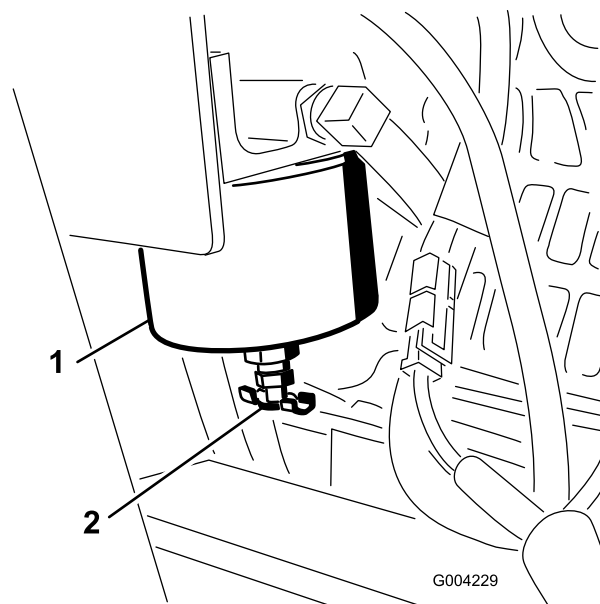

Figure 32
1. Localisez le filtre à carburant situé du côté droit du moteur (Figure 32) et placez un récipient dessous.
1. Nettoyez la surface autour des supports de la cartouche du filtre (Figure 32).
2. Déposez la cartouche et nettoyez la surface de montage (Figure 32).
4. Installez la cartouche à la main jusqu'à ce que le joint soit en appui contre la surface de montage. Serrez ensuite la cartouche d'un demi tour supplémentaire (Figure 32).